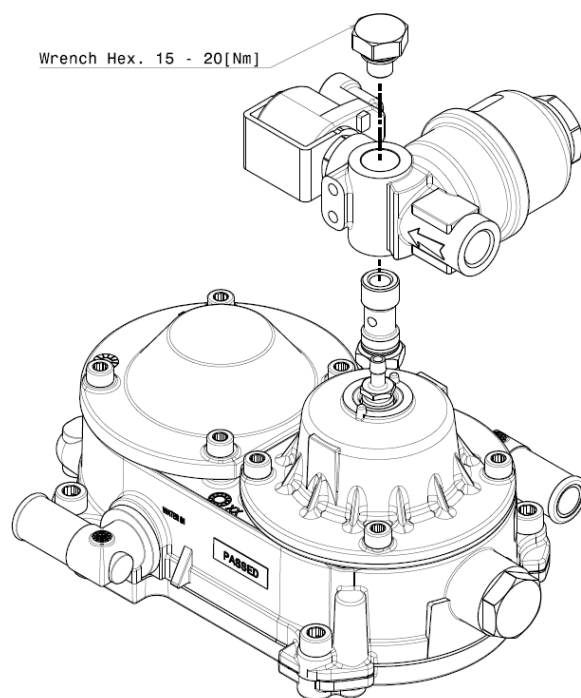

Рис. 2
Раскрутите (20 Нм) 15-миллиметровую гайку на верхней части корпуса фильтра (Рис. 2) и снимите её; не следует отсоединять медную трубу подачи сжиженного нефтяного газа (II). Теперь газовый редуктор необходимо отсоединить от кронштейна крепления и положить на ровную поверхность.